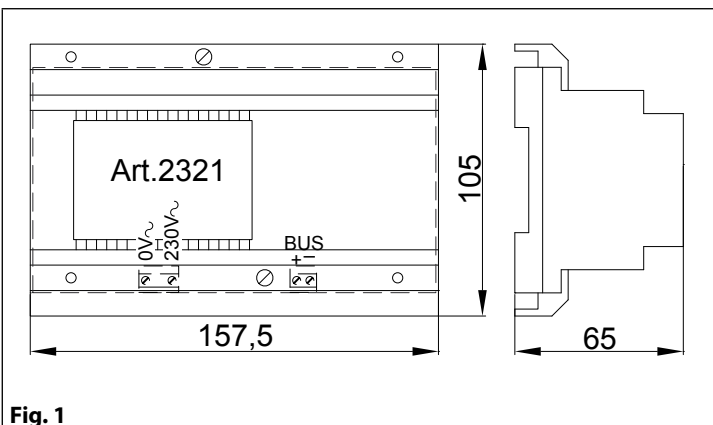

Fig. 1
1. Pour installer l'interphone vidéo il faut l'ouvrir en séparant la base du couvercle qui contient toute son électronique : débrancher le combiné de l'interphone vidéo en enlevant le plug correspondant donc, introduisez la pointe d'un tournevis plat de 5,5 mm dans la clip (A), après tournez-le dans le sens inverse des aiguilles d'une montre jusqu'à que vous écoutez un « **CLIC!** ». Répétez la même opération avec l'autre clip comme indiqué sur la **Fig. 1**.